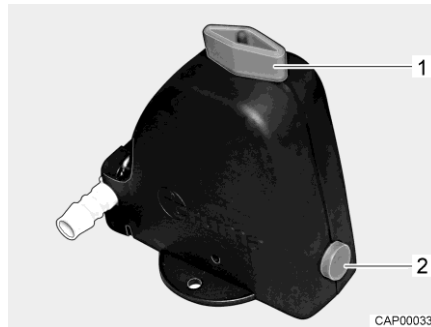
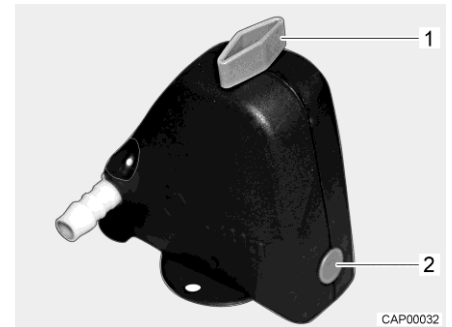

Bild 94 Säkerhets-/avtappningsventil öppen
Bild 95 Säkerhets-/avtappningsventil stängd
- Stäng säkerhets-/avtappningsventilen. Ställ vredet (Bild 94,1) diagonalt mot säkerhets-/avtappningsventilen och tryck in tryckknappen (Bild 94,2). Den stängda säkerhets-/avtappningsventilen visas i Bild 95. Vid temperaturer lägre än 6 °C kan säkerhets-/avtappningsventilen inte stängas.